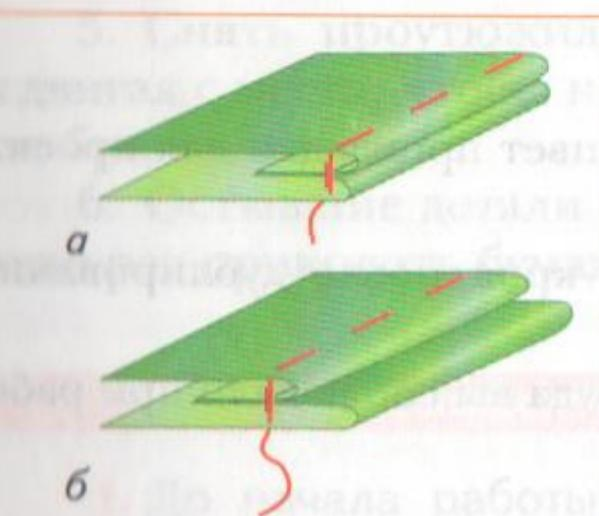

Рис. 83 Вымётывание
При этом выпрямленный шов может располагаться точно на сгибе (рис. 83, а); одна из деталей может образовать кант – выступающий край шириной 1–3 мм (рис. 83, б).
1. Наложи деталь «Образец притачивания (маленькая деталь)» на деталь «Образец притачивания (большая деталь)», совмещая срезы припусков на швы, и проложи строчку прямых стежков на расстоянии 1 мм от линии шва в сторону срезов (см. рис. 83). Длина стежков – 10–15 мм.